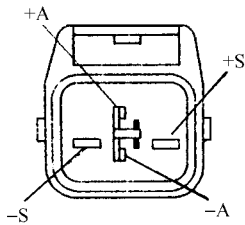

图 7-4 碰撞传感器的检测
3)检查前碰撞传感器。脱开前碰撞传感器线束连接器插头,用万用表检测传感器插头各端子之间的电阻,如图 7-4 所示,阻值应符合表 7-1 所示的数值,阻值不符应当更换前碰撞传感器。